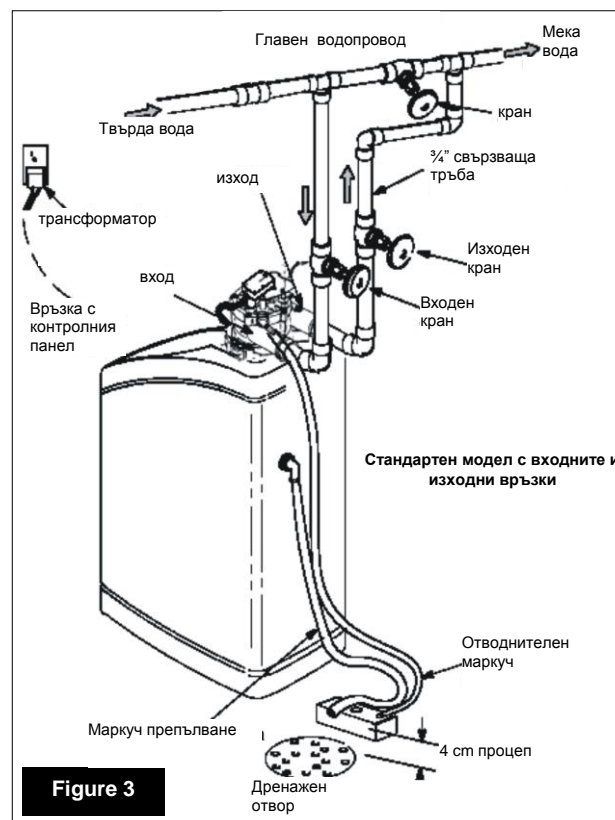

Figure 3
- Никоя част на маркучът за преливане не трябва да бъде поставена над преливното ниво (figure 3).